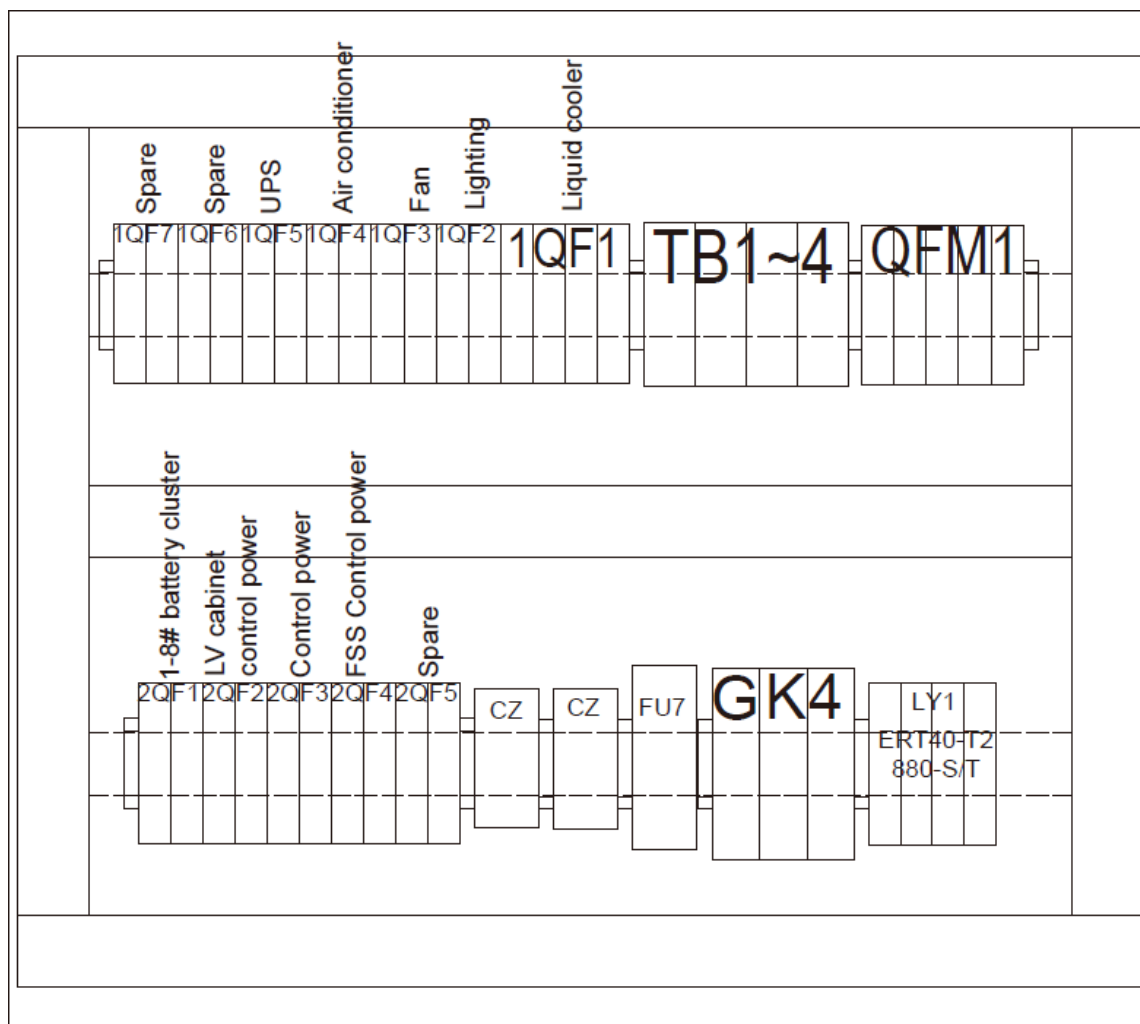

Figura 6-15 Disposición interna de la unidad de distribución de energía
2. Desconecte sucesivamente el QFM1 y los disyuntores miniatura 1QF1~1QF7 de la unidad de distribución de energía, tal y como se muestra en la Figura 6-15.
3. Desconecte sucesivamente los disyuntores miniatura 2QF1~2QF5 situados debajo del SAI en la unidad de distribución de energía, tal y como se muestra en la figura 6-15.